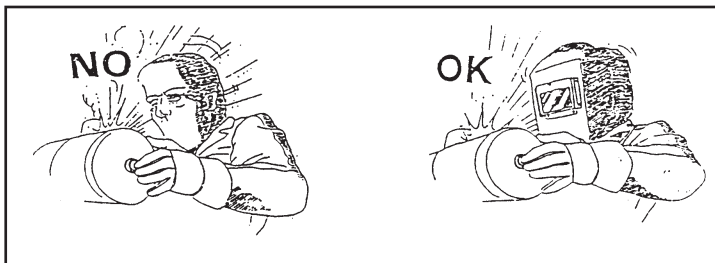

Abb. 2
**Achtung:** niemals in einen Lichtbogen blicken, ohne einen geeigneten Augenschutz (Abb. 2).